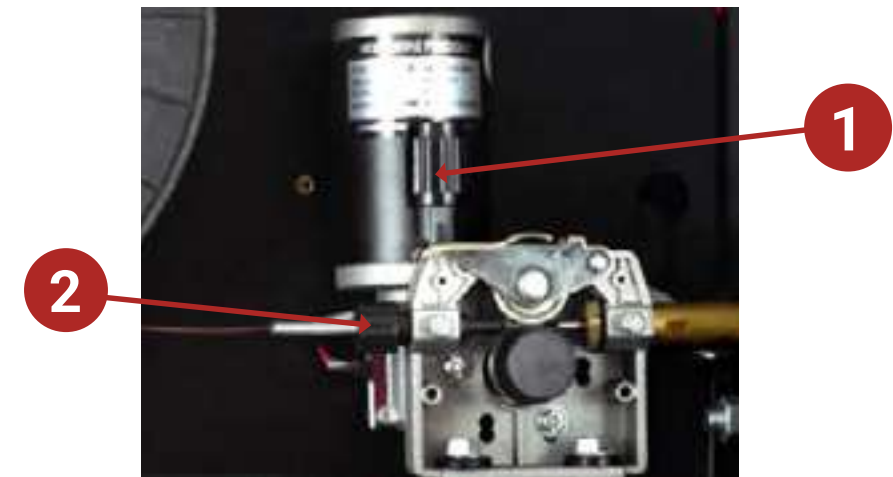

Fig. 1
» Abra el brazo de presión (Pieza 1, Fig. 1);
- » Abra el brazo de la polea superior (Pieza 2, Fig. 1);